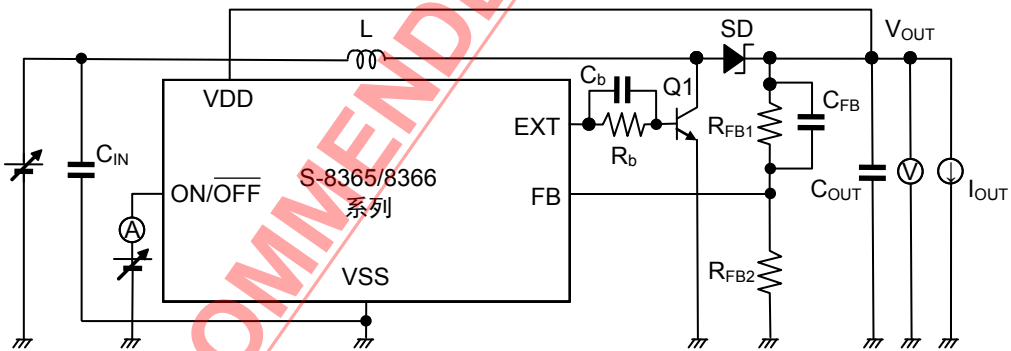

图 10
- *2. 指使用如“表 10 外接元器件一览”所示的外接元器件以及在如图 10 所示的测定电路下的保证值。工作开始电压因二极管的正向电压而产生较大的变动, 请在实际的应用电路上进行充分的评价。